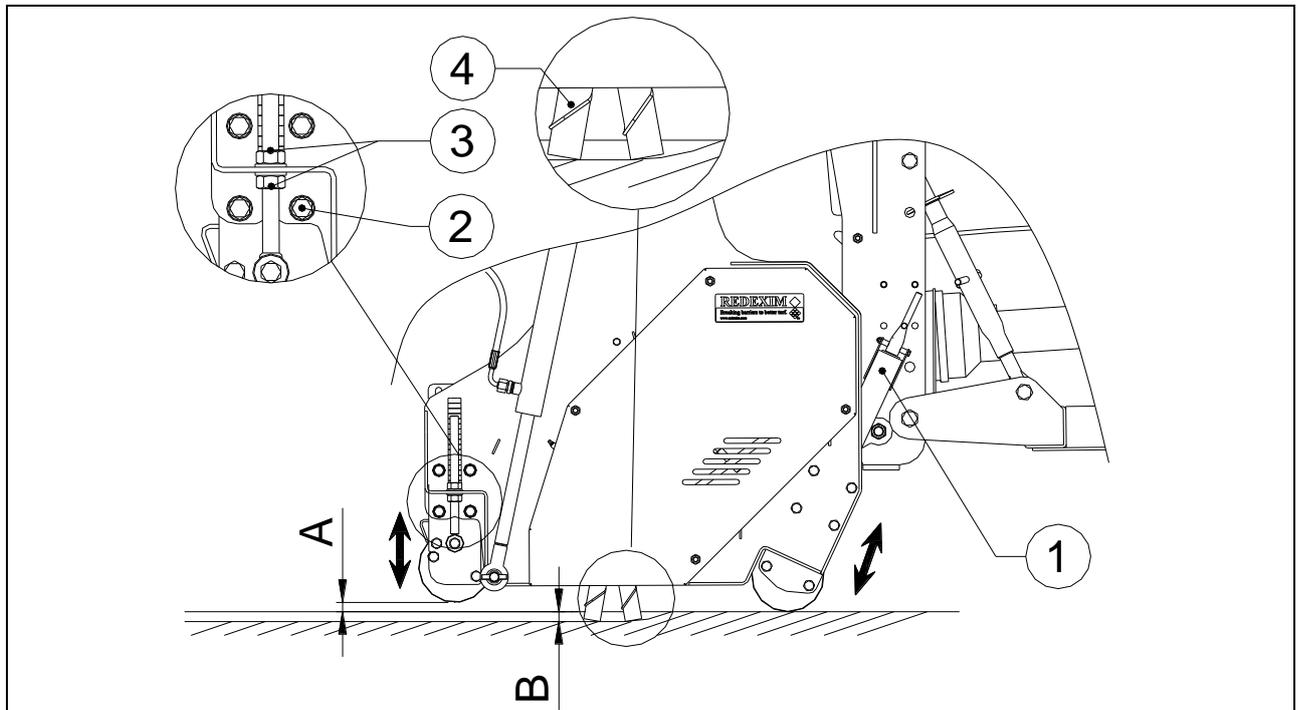

Fig. 9
Para ajustar a profundidade de trabalho proceda da seguinte maneira: (veja Fig.9)
- ⚠ **Se estiverem montadas lâminas de vento (veja fig. 9 item 4), nunca ponha a máquina mais para baixo de modo a que as lâminas fiquem acima da superfície.**
**Se estiverem montadas lâminas de vento (veja fig. 9 item 4), nunca ponha a máquina mais para baixo de modo a que as lâminas fiquem acima da superfície.**
6. (Veja Fig.9) Aperte bem os parafusos e as porcas.